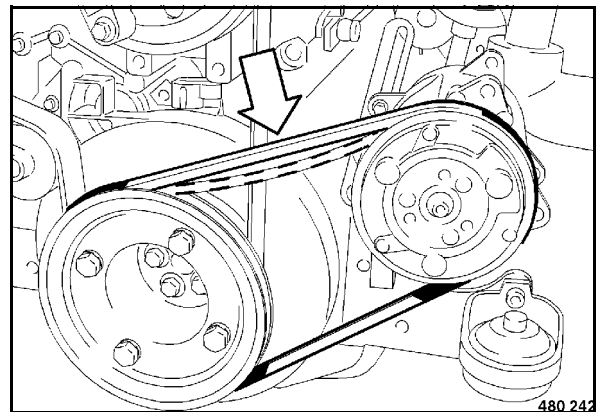

Fig. 115
- Comprobación visual de la correa trapezoidal (Fig. 115) por todo su contorno por deterioros o grietas. Cambiar una correa trapezoidal deteriorada o desgarrada.